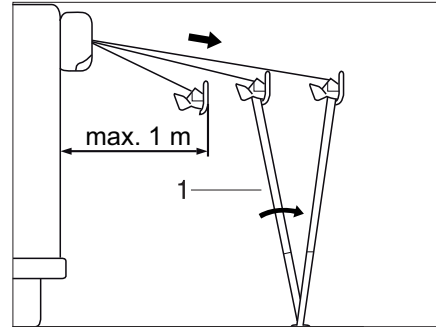

Fig. 36 Emplazamiento del toldillo
- Desplegar los pies de apoyo (Fig. 36,1) y ponerlos en el suelo.